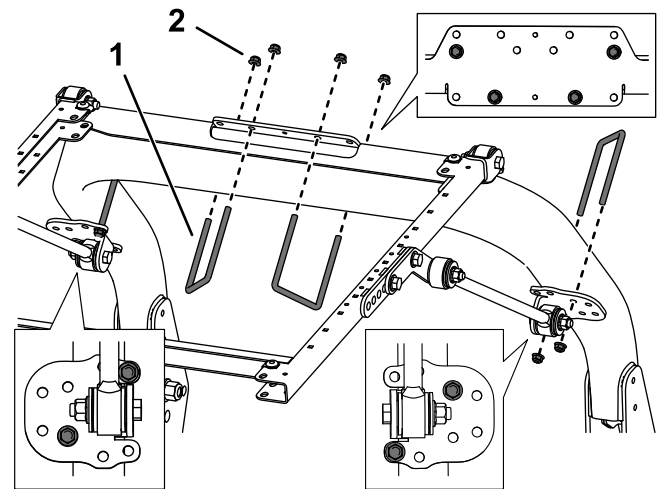

図 39
- 図 39 に示されている取り付け穴を利用して、各ブレースブラケットを ROPS の柱材に取り付ける U ボルト 3-1/2 x 5" とフランジナット 2 個を使用する。